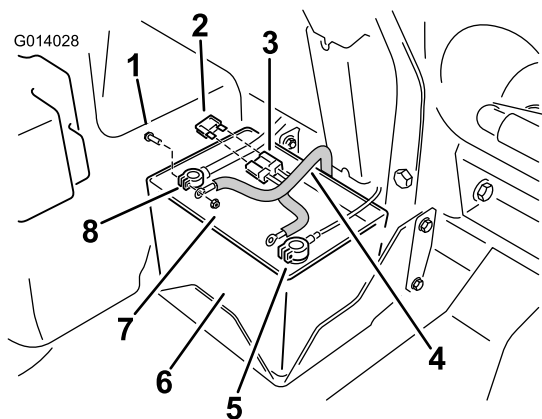

Figure 17
4. Attachez la borne en anneau positive rouge du faisceau électrique à la fixation du câble rouge de la batterie (Figure 17).
- Connectez la borne en anneau négative noire au câble négatif de la batterie (Figure 17).
- Au niveau de la batterie, placez le fusible dans le connecteur ouvert du faisceau de câblage (Figure 17).